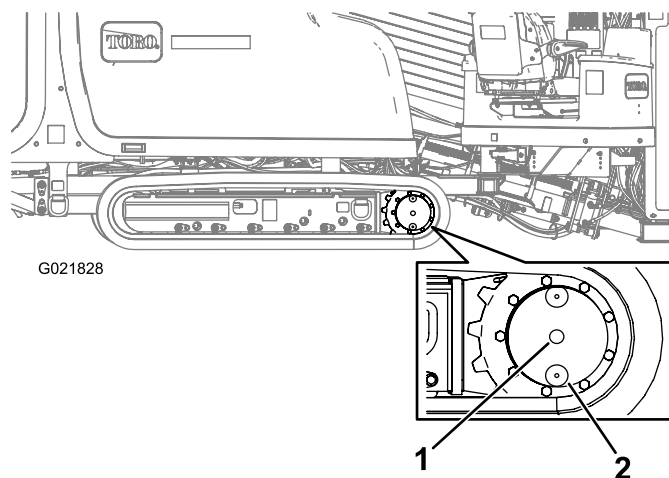

Figura 133
- Limpe a área ao redor do bujão de nível de óleo com solvente de limpeza (Figura 133).
- Remova o boião de nível de óleo (Figura 133).
2. Limpe a área ao redor do bujão de nível de óleo (Figura 133).
3. Gire o comando final planetário até que o bujão de drenagem de óleo esteja diretamente abaixo do bujão de nível (Figura 133).